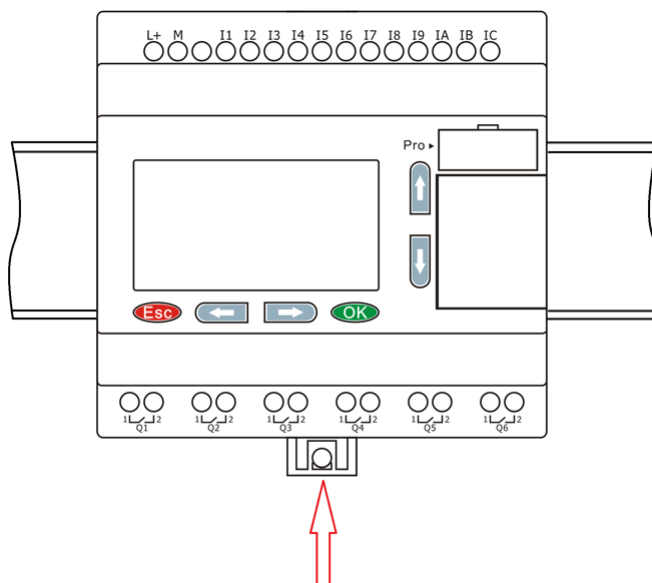

Рисунок 2.46 - Монтаж на DIN-рейку
2. Установите модуль на DIN-рейку таким образом, чтобы верхняя защелка зафиксировалась на DIN-рейке. Далее, придерживая модуль, нажмите на нижнюю защелку и зафиксируйте модуль (рисунок 2.46).